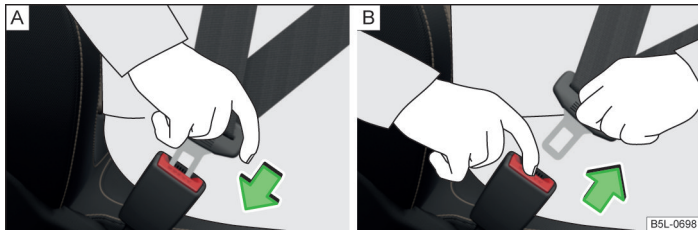

Fig. 138 Colocar y quitar el cinturón de seguridad
- › Introduzca la lengüeta en el cierre correspondiente al asiento » fig. 138 - [A] hasta que se oiga como encaja.
- Pulse la tecla roja en el cierre del cinturón » fig. 138 - , la lengüeta de cierre saldrá disparada.